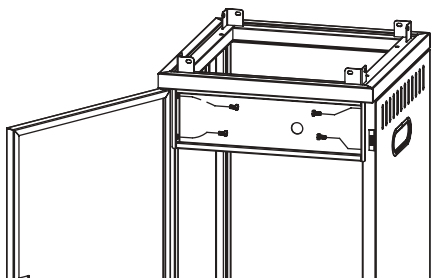

Рис. 10.
7. Расположите круглое отверстие панели управления справа посередине верхней части левой и правой боковых пластин, закрепите его четырьмя винтами с шестигранной головкой М6х12, закройте переднюю дверцу и отрегулируйте зазор между передней дверцей и верхней пластиной корпуса, затем откройте переднюю дверцу и затяните винты. Отрегулируйте установку таким образом, чтобы передняя дверца имела равномерный зазор с верхней пластиной и корпусом коробки. Если панель управления не может быть свободно установлена между левой и правой боковыми пластинами, ослабьте винты А и В на предыдущем шаге, а затем затяните винты А и В после завершения этого шага сборки (рис. 10).